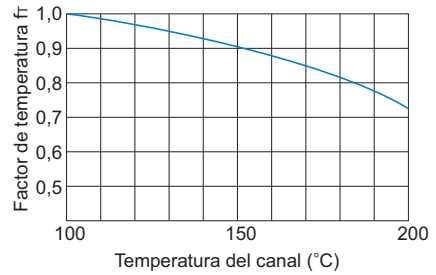

Fig.9 Factor de temperatura (f_T)
- f_T : Factor de temperatura (consulte Fig.9 en **A1-66**)
(consulte Fig.9 en **A1-66**)
Si la temperatura del entorno en el que funciona la guía LM excede los 100°C, tenga en cuenta el efecto negativo de las altas temperaturas y multiplique las capacidades de carga básica por el factor de temperatura indicado en Fig.9.